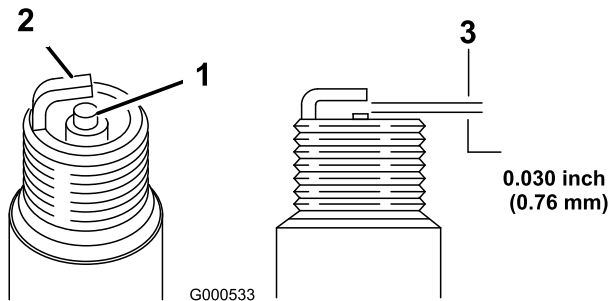

Figura 18
5. Fije la distancia entre los electrodos en 0,76 mm (Figura 18).